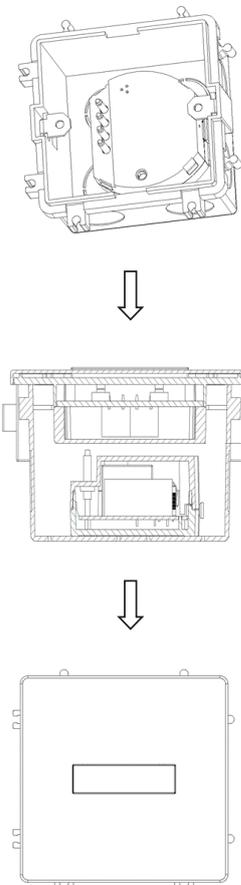

Figura 6. Instalação na Caixa de Luz
Modo de instalação	Caixa de Luz (Figura 6)
- O módulo deve ser instalado dentro de uma caixa de luz embutida na parede e com o interruptor ou pulsador, conforme mostrado na Figura 6.